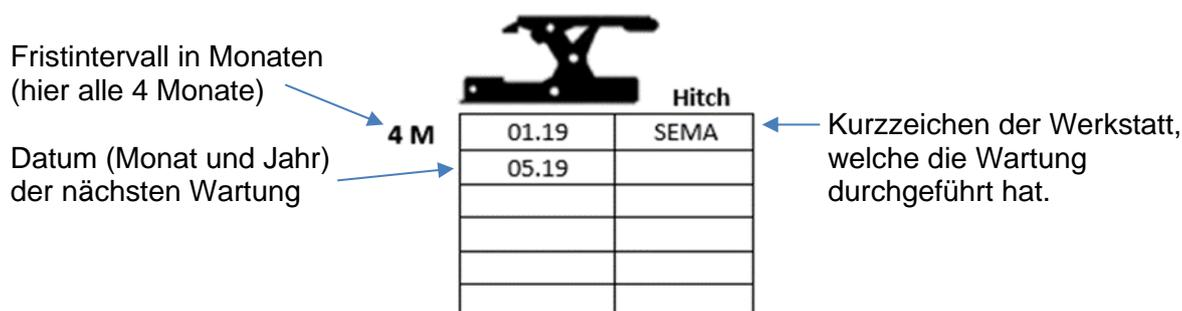

Bild 4.1: Beispiel eines Fristenrasters
- 1) Es ist zu prüfen, ob die Frist für die Wartung des Stützbockes nicht überschritten ist. Die letzte durchgeführte Wartung und die Fälligkeit der nächsten Wartung ist dem Fristenraster am Wagen mit Stützbocksymbol (Beispiel in Bild 4.1) zu entnehmen.